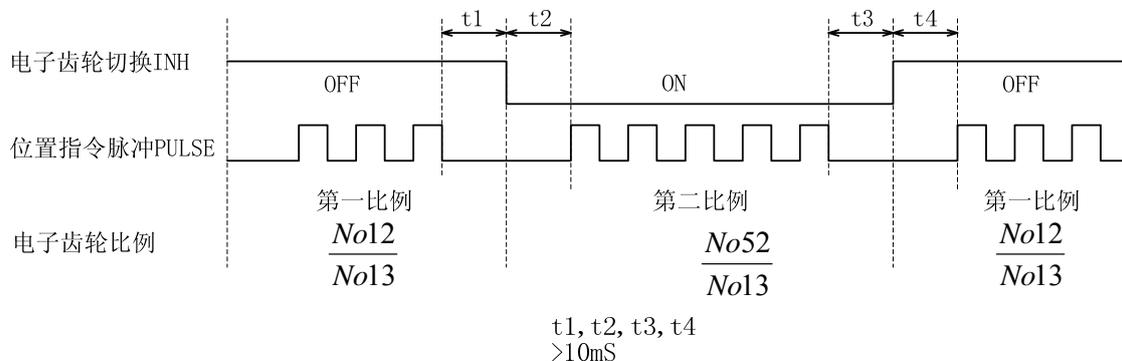

图 8.1 动态电子齿轮切换时序
- 3) 注意电子齿轮切换时，必须满足图8.1 时序，在输入INH 的变化点前后至少10ms，不要发脉冲。